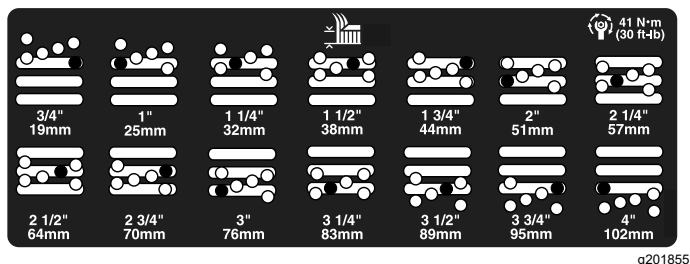

Figura 7
5. Spostate l'alloggiamento all'altezza di taglio opportuna e montate il distanziale nel foro e nella scanalatura dell'altezza di taglio prescelta (Figura 7).